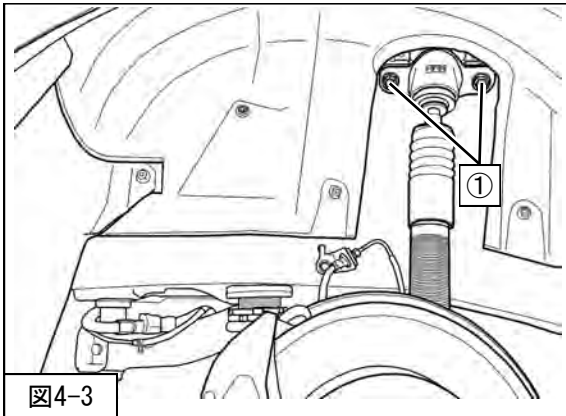

図4-3
4. 木片およびジャッキを使用し、ロアアームを支持し、①リアショックアブソーバASSYアッパー取付ボルト（締付トルク：60N・m）を取付けてください。（図4-3）